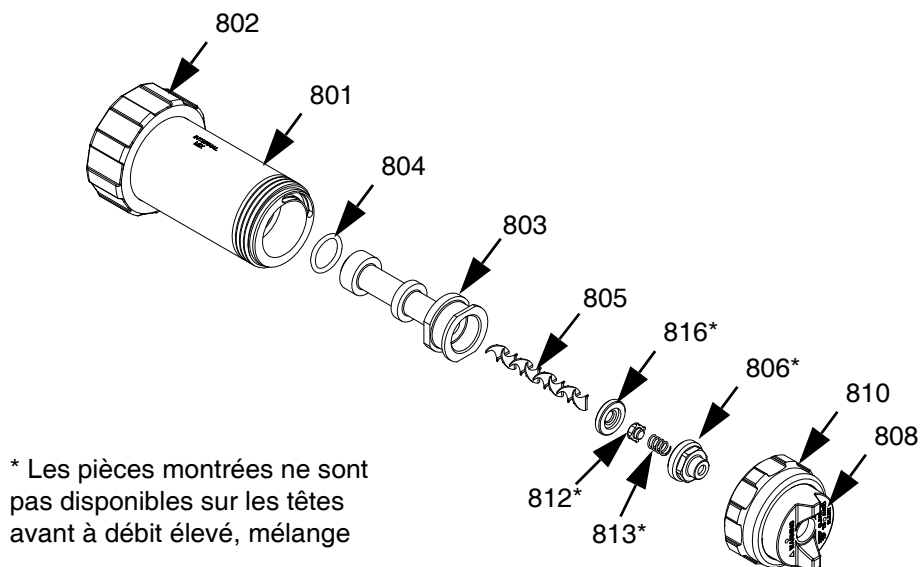

FIG. 17
2. Retirer la bague de retenue (810) et l'ensemble de chapeau d'air (808) de la tête (801).
3. Retirer l'ensemble de diffuseur (803).
4. Utiliser deux clés sur les méplats du diffuseur et du chapeau (806) pour retirer le chapeau. Le ressort (813) et le clapet anti-retour (812) tomberont quand le chapeau est enlevé.
5. Utiliser une petite clé six pans dans le petit orifice à l'arrière du diffuseur pour faire sortir l'élément mélangeur (805) et le siège du clapet anti-retour (816).
6. Installer un nouvel élément mélangeur dans le diffuseur (803).
7. Installer le siège du clapet anti-retour (816) dans le diffuseur. Voir la FIG. 17 pour l'orientation du siège.